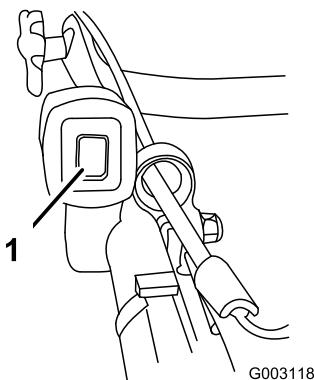

Figure 17
1. Poussez le commutateur d'allumage en position contact établi (I) (Figure 17).